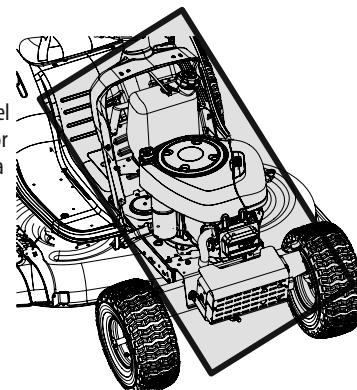

Figura 21
- Limpie debajo del capó, incluyendo el colector de escape, alrededor de los fusibles, todo el cableado y mazos de cables, tubo del silenciador, protector del silenciador, filtros de admisión del motor y aletas de refrigeración, etc. Consulte la Figura 21.